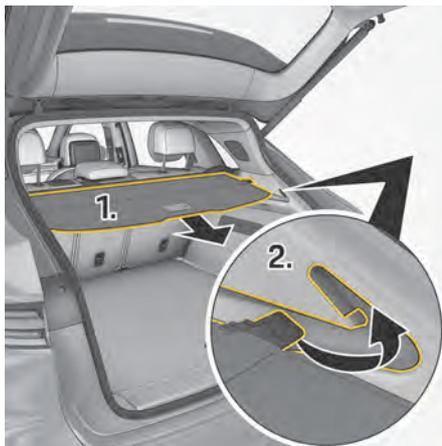

図. 197 ラゲッジコンパートメント カバーの引き出し / 取り付け
- ▶ ラゲッジコンパートメント カバー 1(図. 197) を引き出し、左右のサイドウォールにあるガイド 2(図. 197) に差し込んでください。